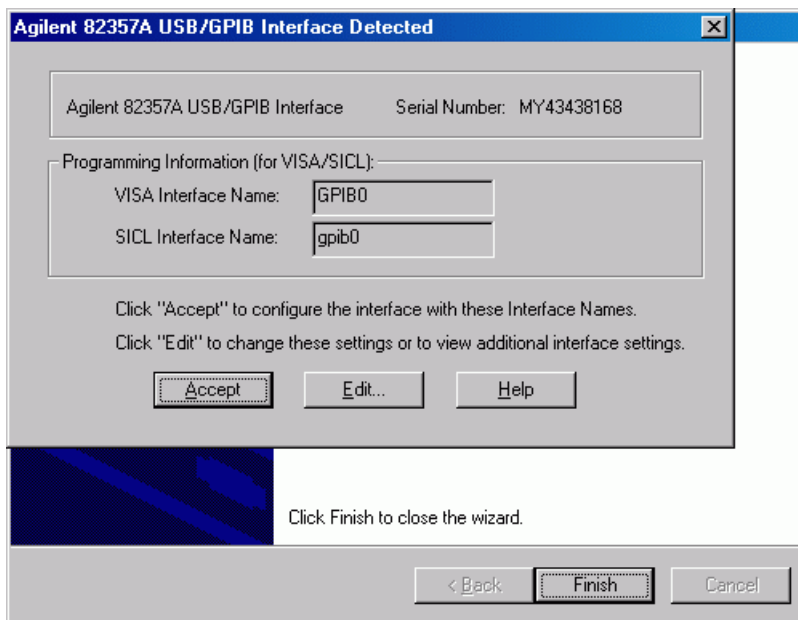

Figura 31 Interfase USB- GPIB detectada
- 17 El sistema detecta automáticamente la interfase USB-GPIB instalada. Seleccione **Aceptar** para iniciar la utilidad de configuración IO (consulte la Figura 31 en la página 67).